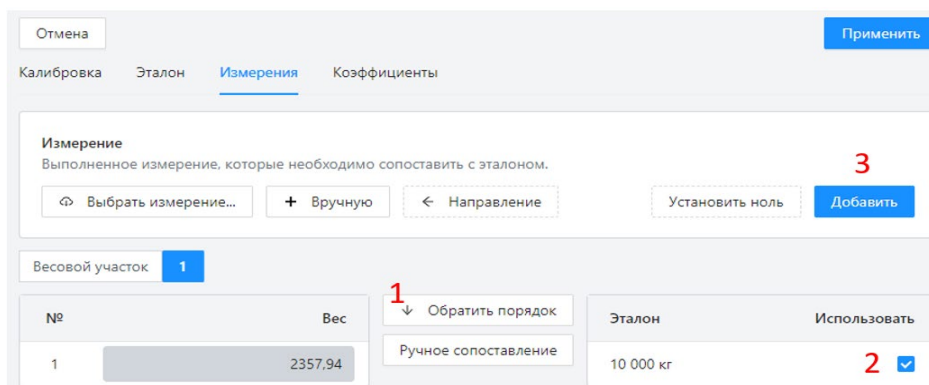

Рисунок 37 – Калибровка. Вкладка «Измерения»
13. Убедитесь, что порядок взвешенных вагонов соответствует указанному в эталоне. Если порядок неверный, то нажмите кнопку «**Обратить порядок**» (Рисунок 37, цифра 1) чтобы изменить порядок вагонов.
14. Для локомотива и вагонов с неизвестной массой уберите флаг в поле «**Использовать**» (Рисунок 37, цифра 2), чтобы они были исключены из калибровки.
15. Нажмите кнопку «**Добавить**» (Рисунок 37, цифра 3).